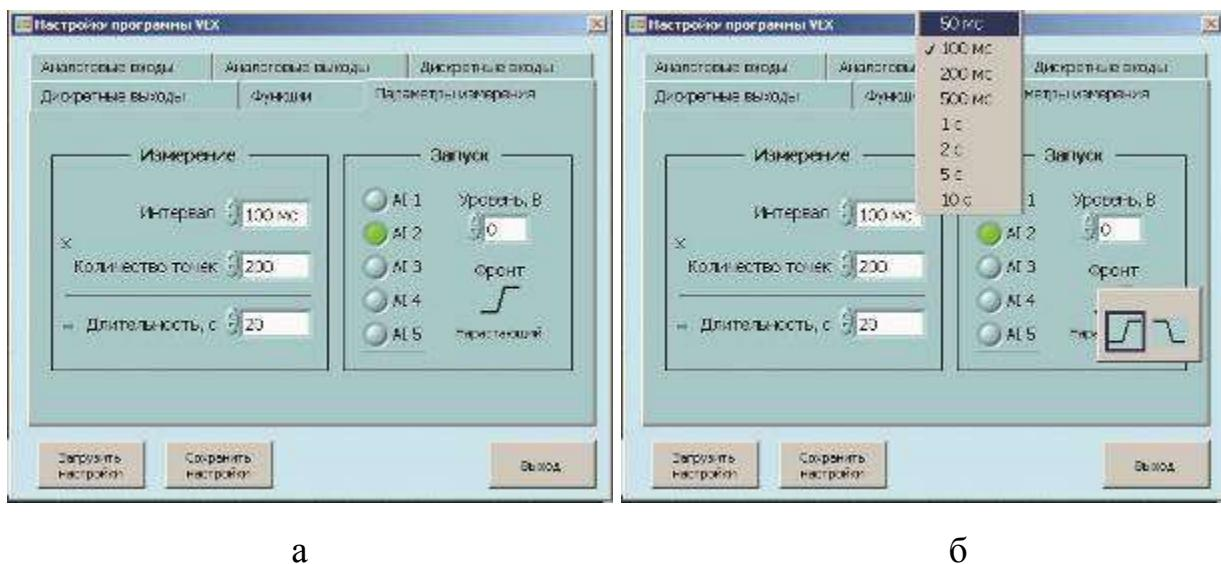

Рис. 13
Завершаются настройки программы заданием параметров измерений (рис.13, а)
- выбрать требуемую частоту опроса из раскрывающегося при нажатии левой клавиши мыши на поле отображения численного значения интервала (рис.13,б).
При этом открывается окно, вид которого представлен на рис. 13.